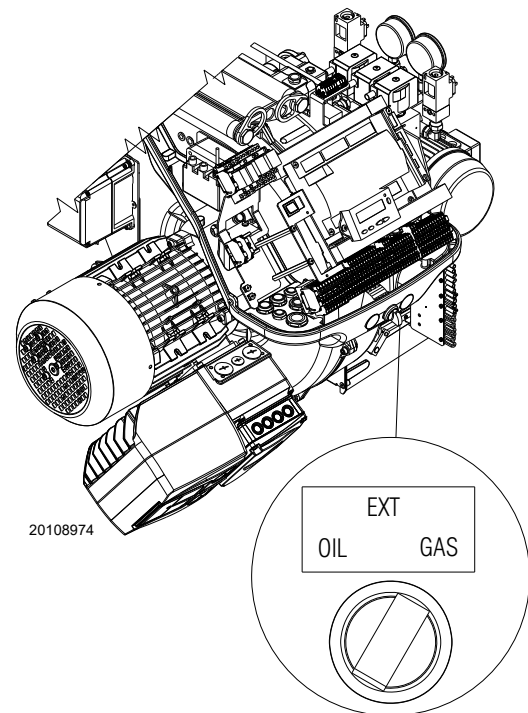

Abb. 41
- Positionieren Sie den Schalter auf "OIL" (Abb. 41) für den Heizölbetrieb und auf "GAS" für den Gasbetrieb.
- 1 mit dem Wahlschalter "OIL-EXT-GAS" (Abb. 41)